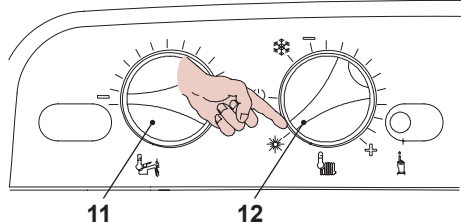

Рисунок 2.5
- Поверните переключатель 12, как показано на рисунке, см. Рисунок 2.5.